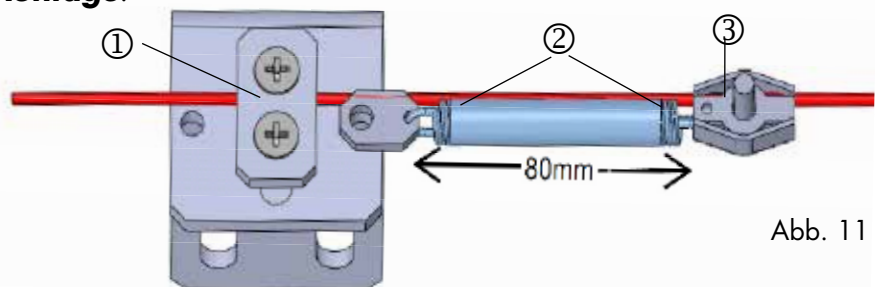

Abb. 11
Den Türmitnehmer für den 2. Flügel (Abb. 11) ca. in der Mitte des zweiten Türflügels befestigen. Die Position muß dabei so gewählt werden, daß sich die Klemmplatte auf der Höhe des Teils des umlaufenden Seils befindet, das eingehängt werden muß.
8. Seilspannung kontrollieren. Das Seil darf nicht auf der Seilscheibe durchrutschen, ggf. nachspannen. Hierbei Federweg der Spannfeder beachten (siehe Abb. 11).